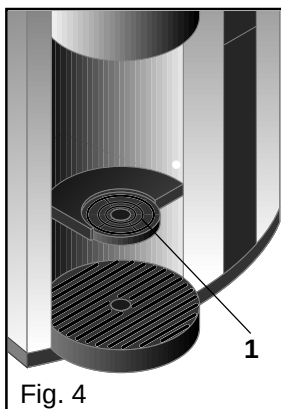

Fig. 4
Når kanden er taget ud, svinger kopholderen (1) automatisk tilbage (fig. 4).